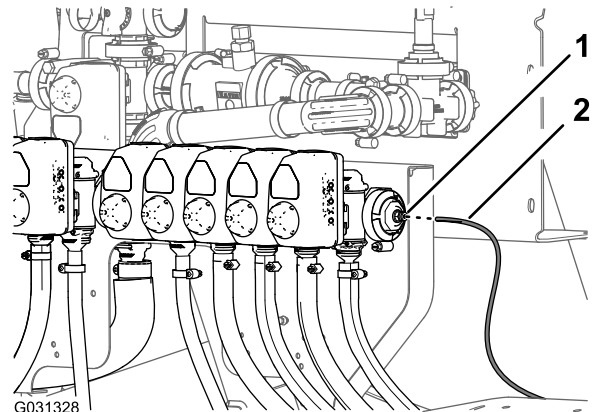

Bild 145
1. Fluchten Sie das Ende des Druckmessschlauches (Kunststoff) für das Druckmanometer im Armaturenbrett mit dem arretierenden Stelling der Schlauchkupplung aus (Bild 145).
2. Setzen Sie den Messschlauch in den arretierenden Stelling ein, bis er fest sitzt (Bild 145).